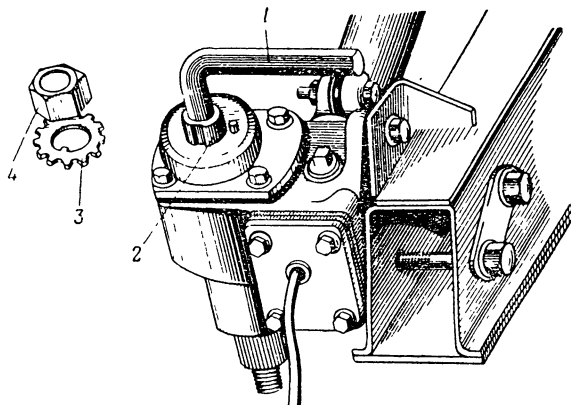

Рис. 71. Регулировка зазора в зацеплении ролика с червяком:
- вращая регулировочный винт 2 (рис. 71) ключом 1 по ходу часовой стрелки, завернуть винт до отказа, а затем отвернуть его на полграна